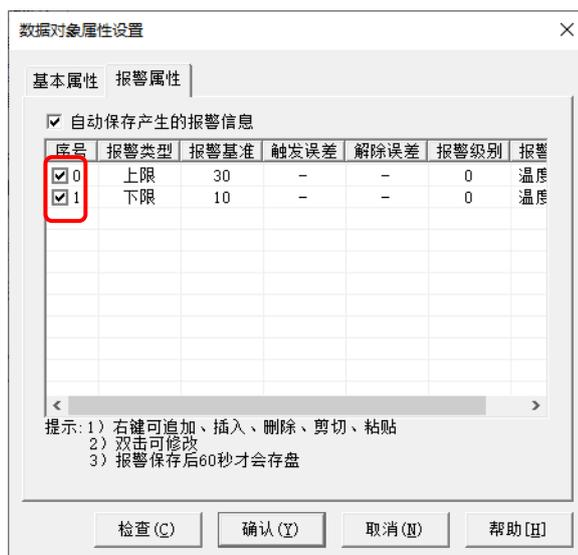

图 4.4-5 报警属性
- 查看报警序号: 首先按照进阶篇章 4.2.2 进行变量上下限报警组态, 组态完成后, 变量“设备 0_读写 VWUB049”报警属性显示如图 4.4-5 所示, 可以看到该变量上限报警序号为“0”, 下限报警序号为“1”。